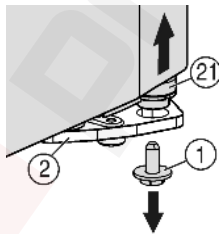
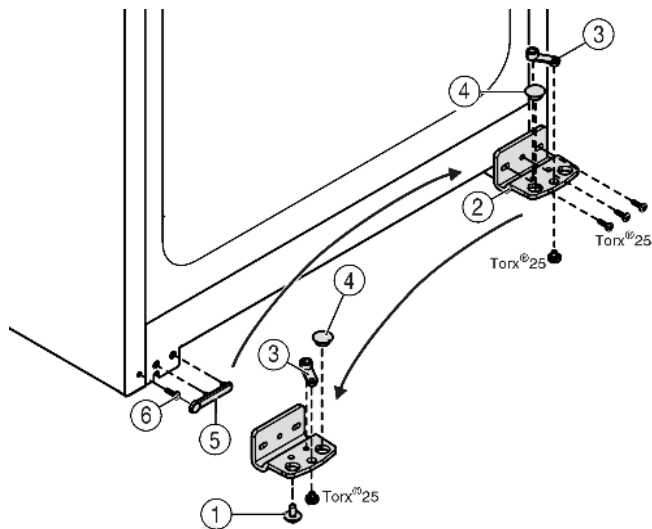

Fig. 4
Fig. 5
- ▶ Jobbra lent a csapágybakon lévő biztosítócsavart (Fig. 4 (1)) tekerje ki.
- ▷ A tartócsap (Fig. 4 (21)) kioldódik a csapágybakból (Fig. 5 (2)).
- ▶ Ha a tartócsap Fig. 4 (21) nem oldódik ki, a csapszeget alulról nyomja ki.
- ▶ Csavarozza le a csapágybakot Fig. 5 (2).
- ▶ Csavarozza le a csapágyrész Fig. 5 (3), helyezze át a csapágybak túldoldali felvevő furatába és csavarozza vissza.
- ▶ Vegye ki a csapágybakban lévő dugót Fig. 5 (4), és helyezze át a csapágybak szemközti oldalán lévő felvevőfuratba.
- ▶ Óvatosan emelje le a fogantyú felőli fedelet Fig. 5 (5).
- ▶ Tekerje ki a csavart Fig. 5 (6) és az ellenkező oldalon helyezze be.
- ▶ Helyezze vissza a fedelet Fig. 5 (5).
- ▶ Csavarozza vissza a csapágybakot Fig. 5 (2) a csuklópánt új oldalára **4 Nm-es nyomatékkal**, szükség esetén egy akkus csavarhúzóval.
- ▶ A biztosítócsavart Fig. 4 (1) lent csavarja be a tartócsapba és húzza meg (4 Nm-es nyomatékkal).